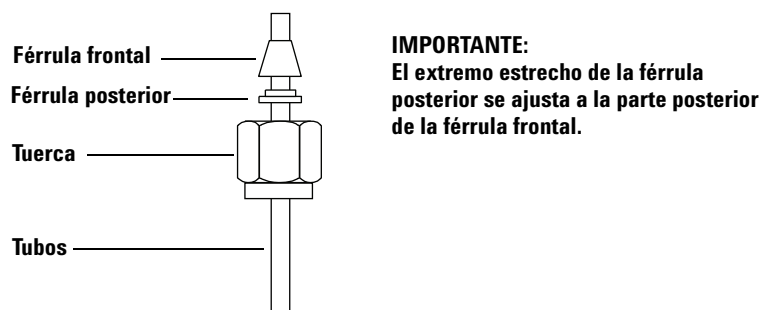

Figura 8 Tuercas Swagelok y férrulas
- 1 Coloque una tuerca Swagelok, férrula posterior y férrula frontal en la tubería tal como se muestra en la Figura 8.